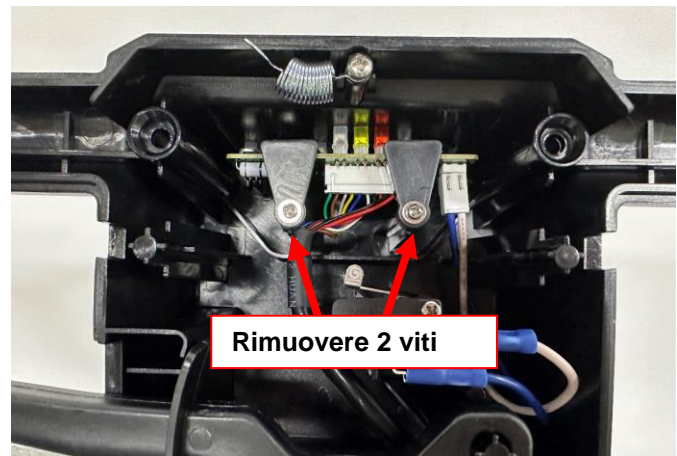

Figura 10
53. Rimuovere 2 viti sulla piastra di fissaggio del circuito stampato (Figura 10).